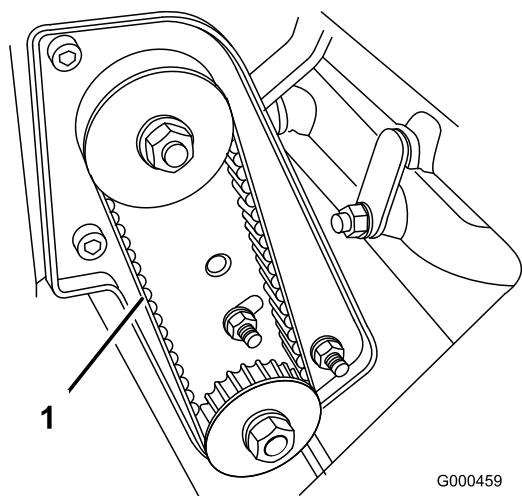

図 41
2. プーリ間の中央でベルト (図 41) を指で押して点検する。押す力は  $1.8 \pm 0.5$  kg 程度。4.8~7.9 mm 程度のたわみが出るのが適正である。たわみの量が適正でない場合は以下の手順へ進む。